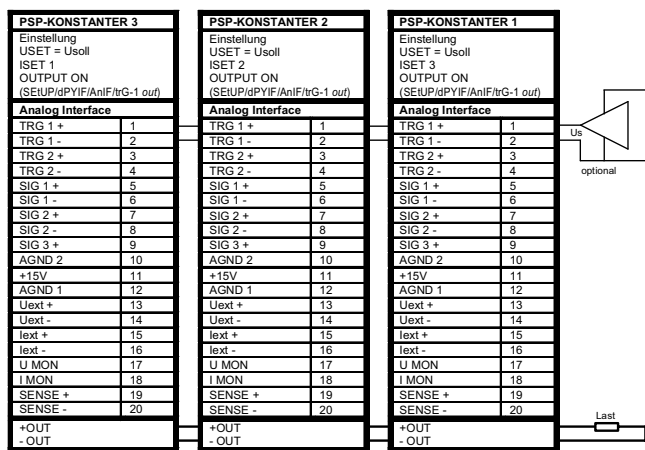

Bild 7.9.1a Verdrahtung für direkte Parallelschaltung.
- Durch Parallelschaltung (Bild 7.9.1a, optionale Verbindung) oder Reihenschaltung der Trigger-Eingänge (Einstellung „SEtUP/dPYIF/AnIF/trG-1 out“) können Sie die Ausgänge gemeinsam ein- und ausschalten.